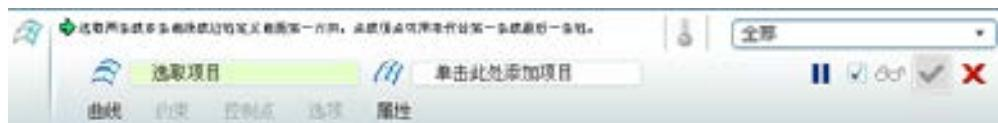

图 6.2.26 操控板
Step1. 选择下拉菜单 **插入(I)** ➔ **边界混合(B)...** 命令，此时在屏幕上方出现图 6.2.26 所示的操控板。